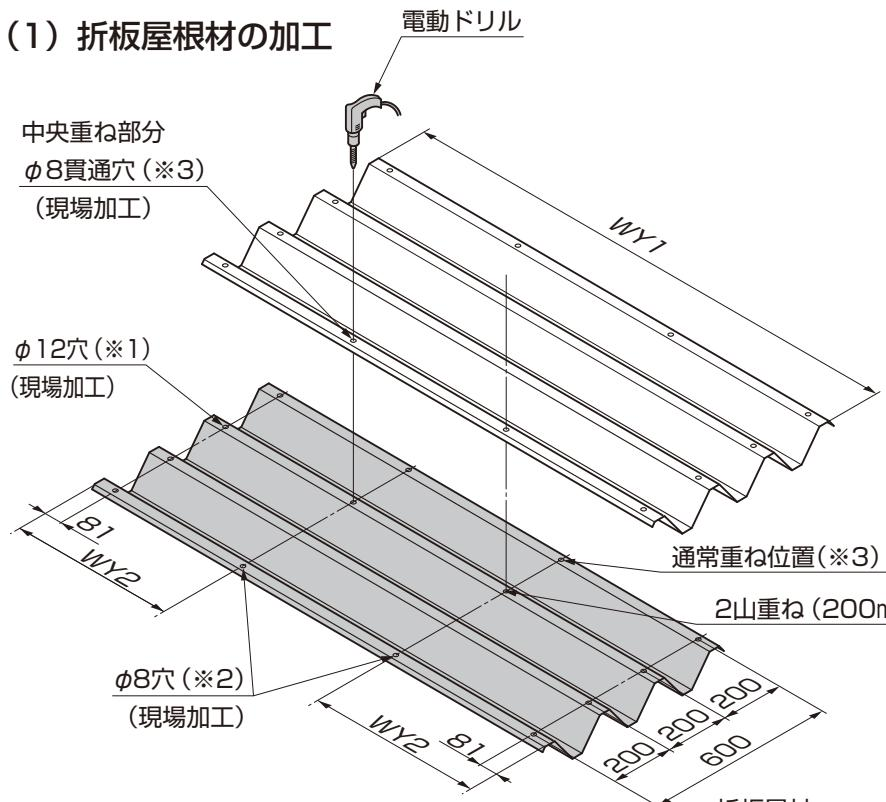

図16-5 折板幅と
- ①折板屋根材の両端部に片側4ヶ所ずつ、合計8ヶ所ϕ12の穴（※1）をあけてください（図16-5参照）
- ②折板屋根材と折板屋根材を重ね合わせて、折板屋根材の中央部（※2）（※3）に等間隔で2カ所、ϕ8の下穴をあけてください。（図16-5参照）